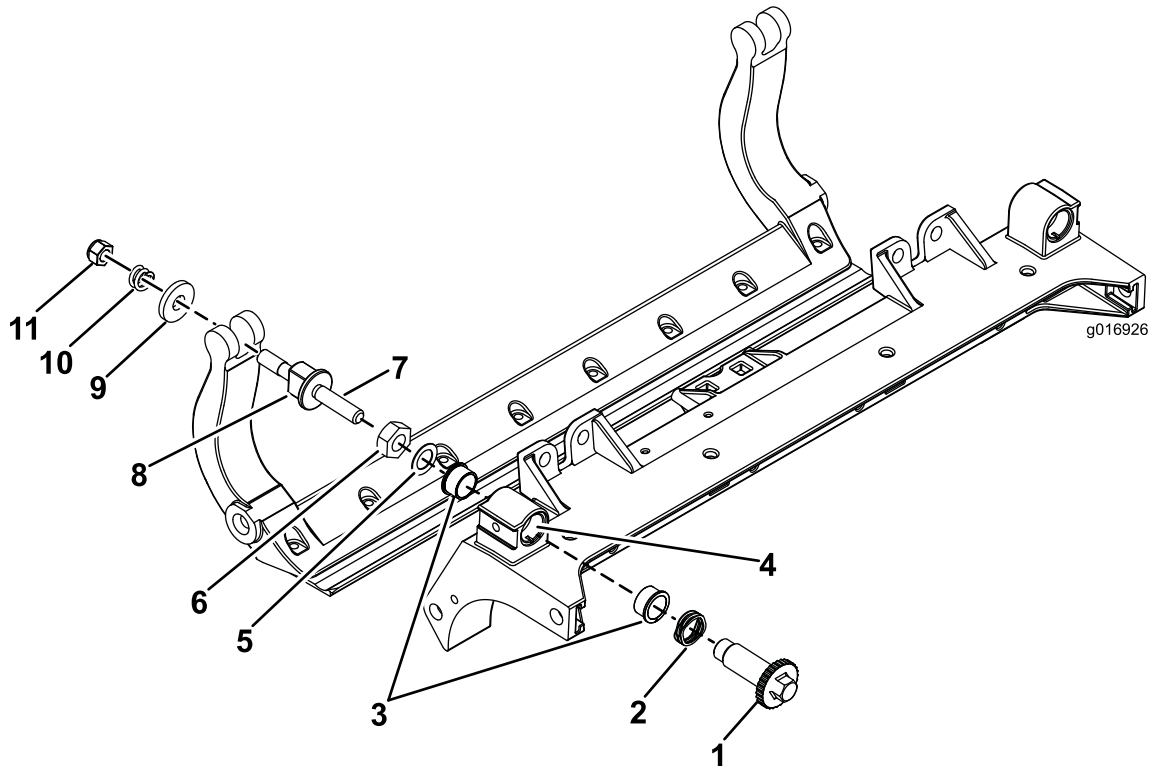

Figure 34
1. Enlevez toutes les pièces (voir les *Instructions d'installation* du kit DPA renforcé et la Figure 34).
2. Appliquez du produit antigrippage à l'intérieur du logement des douilles sur le cadre central de l'unité de coupe (Figure 34).
3. Alignez les clavettes des douilles à embase sur les fentes dans le cadre, et insérez les douilles en place (Figure 34).
4. Posez une rondelle ondulée sur l'axe de réglage et insérez l'axe dans les douilles à embase sur le cadre de l'unité de coupe (Figure 34).
5. Fixez l'axe de réglage avec une rondelle plate et un contre-écrou (Figure 34).
12. Placez une rondelle en acier à l'extérieur de chaque rondelle en nylon (Figure 34).
Remarque: Les rondelles peuvent présenter un espace à l'intérieur (Figure 34).
15. Serrez l'écrou sur chaque vis de réglage de la barre d'appui jusqu'à ce que le ressort de compression soit complètement comprimé, puis desserrez l'écrou d'un demi-tour (Figure 34).